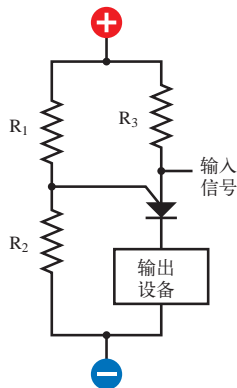

图 2-102 这个简单的电路原理图显示了如何使用 PUT。  $R_1$  和  $R_2$  确定门极电压, 也即设置阳极输入的阈值。当阳极的输入电压高于阈值时, 电流就从阳极流向阴极
- ❑ 门极电压用两个电阻器来调节, 如图 2-102 的简单电路原理图中的  $R_1$